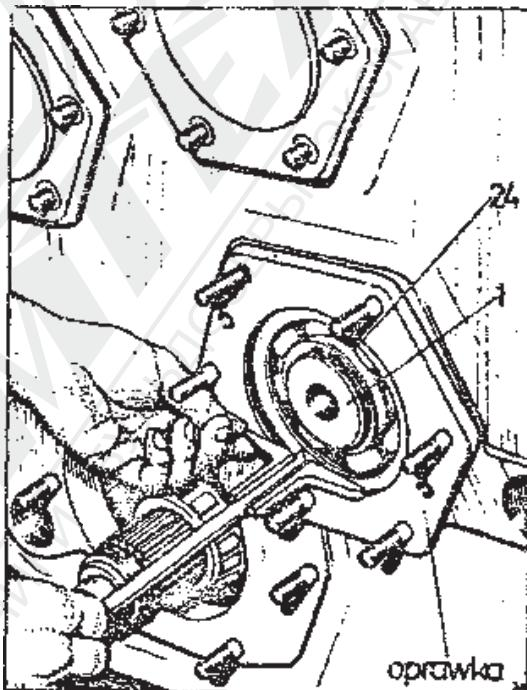

Рис. 2-53. Измерение расстояния от торцевой поверхности подшипника 6312 к поверхности прилегания оправки.
10. Подобрать соответствующее количество подкладок 34,35,36 так, чтобы обеспечить зазор 0,1 - 0,4мм между подшипником 32 а крышкой 37, произвести измерения как на рис. 2-53 и 2-54.